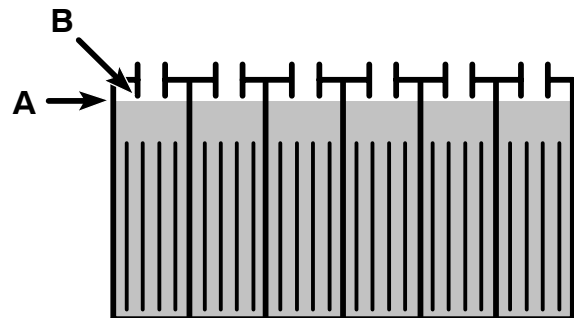

FIG. 32
7. Batteries plomb-acide : après le chargement, vérifiez le niveau d'électrolyte (A) des batteries. Le niveau doit se trouver environ à .375 in / 1 cm du bord inférieur de l'orifice de remplissage (B) (Figure 32). Ajoutez de l'eau distillée si nécessaire. NE REMPLISSEZ PAS TROP.